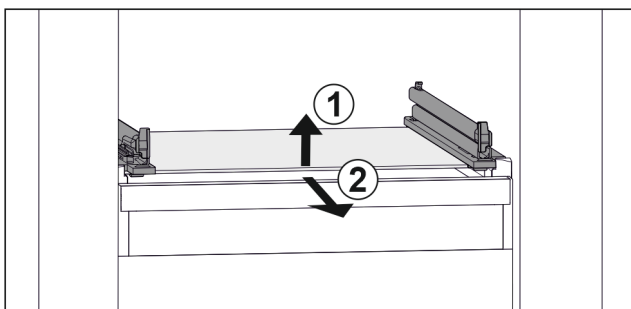

Fig. 62 Примерно изображение на стъклената плоча
- ▶ Повдигнете стъклената плоча отпред. Fig. 62 (1)
- ▶ Извадете стъклената плоча напред. Fig. 62 (2)